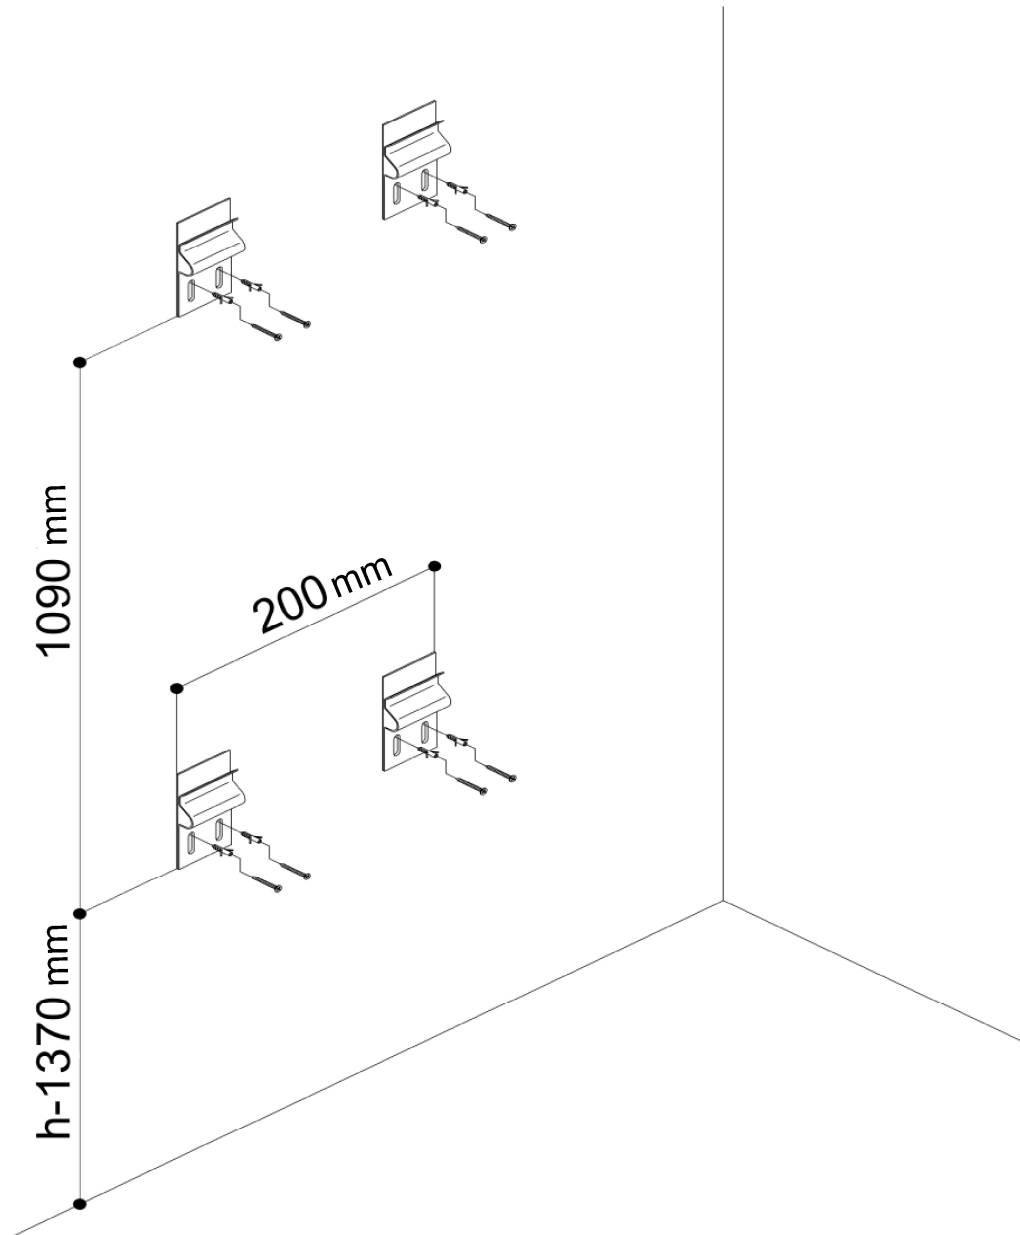

Fig. 1
- Marcar na parede o posicionamento dos suportes de fixação (fig. 1)
- Fixar os suportes à parede com os respectivos parafusos (fig. 1)